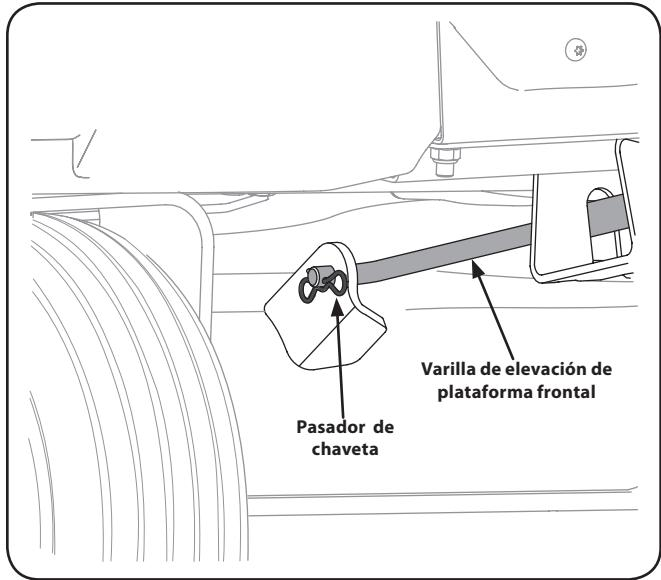

Figure 7-6
- Tire del pasador de chaveta hacia afuera de la varilla de elevación delantera de la plataforma que la sujetó a la plataforma. Consulte la Fig. 7-6. Deslice la varilla de elevación de la plataforma fuera de la ménsula de suspensión frontal.